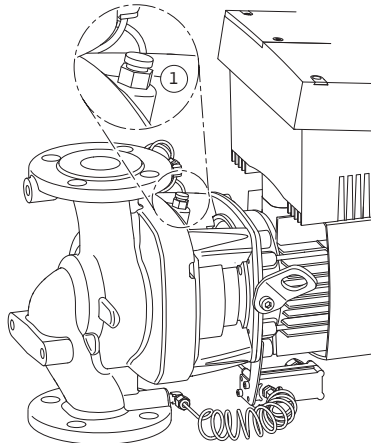

Fig. 49: Ilmanpoistoventtiili
6. Poista pumpun paine avaamalla ilmanpoistovenkki (Fig. 49, kohta 1).